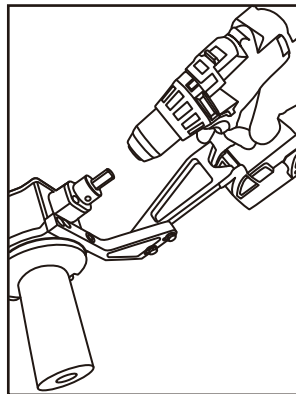

Figure 1
1. Desserrez le mandrin de la perceuse à main pour recevoir l'arbre d'entrée (3) de l'extracteur.
2. Alignez la poignée de la perceuse à main avec le support ajustable de la perceuse (2), installez sur l'adaptateur pour mandrin d'arbre d'entrée (3) et serrez le mandrin de la perceuse (figures 1 et 2).
- ⚠ ATTENTION : Lorsque vous enclenchez le moteur de la perceuse pour serrer sur les extracteurs de l'adaptateur pour mandrin d'arbre d'entrée (3), faites attention de ne pas vous pincer les doigts avec le couple de la perceuse.**
3. Serrez les boulons sur la glissière ajustable de la perceuse (7) une fois en contact avec la poignée de la perceuse.
4. Fixez, à l'aide de la sangle fournie, la poignée de la perceuse au support ajustable de la perceuse (2).